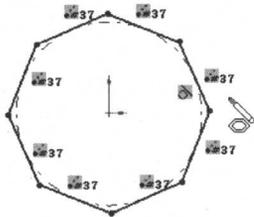

图1-21 多边形参数
(3) 绘制平行四边形
① 在【草图绘制】工具栏中单击【平行四边形】按钮或选择【工具】|【草图绘制实体】|【平行四边形】，则指针形状变为.
② 在绘图区域单击平行四边形第1个角的起点，将指针拖动平行四边形的一边线为合适长度，再将指针拖动形成平行四边形直到其大小和形状合适后单击。
(4) 绘制多边形
① 在【草图绘制】工具栏中单击【多边形】按钮或选择【工具】|【草图绘制实体】|【多边形】，则指针形状变为.
② 单击图形区域的一点确定多边形中心，然后拖动指针绘制正多边形，根据需要可在PropertyManager中设定【参数】，如图1-21所示。其中各参数含义如下：